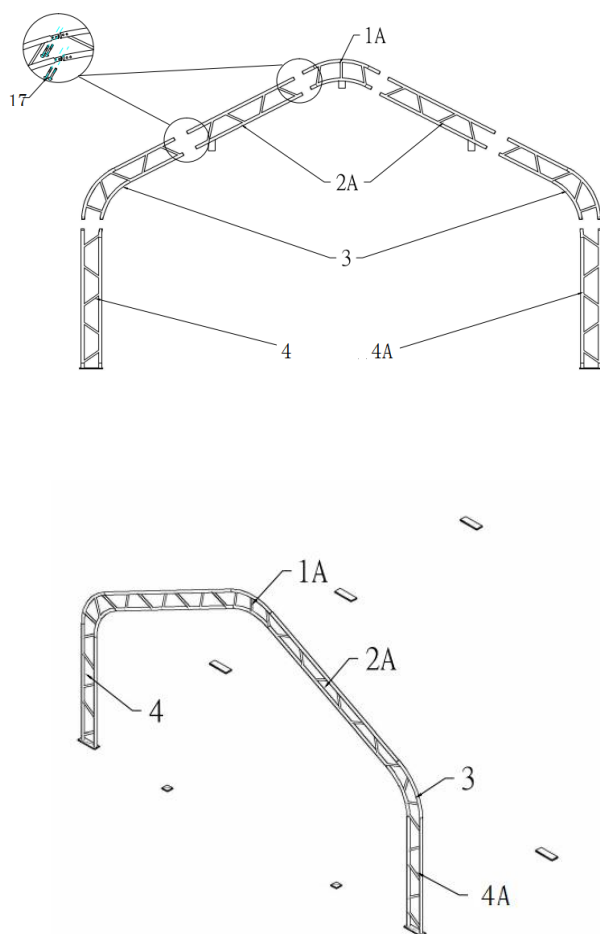

Bild 4
4. I bild 4 monteras takets böjda rör för fram- och bakdörren (1A), fram- och bakdörrens böjda rör för sidoväggen (2A) och axelrör (3), vertikalt rör (4) och framdörrens vertikala rör (4A) med M8x60-bultar (17). Placera bågen i röret med en vinsch (se bild 4).